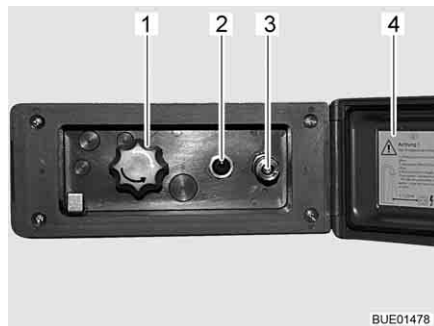

Bild 123 Duschanslutning utsida
- Lås upp och öppna locket (Bild 123,4).
- Anslut ytterduschens slang med snabbkopplingen (Bild 123,3).
- Koppla in vattenpumpen med brytaren (Bild 123,2).
- Ställ in vattentemperaturen enligt önskemål med vredet (Bild 123,1).
- Koppla ur vattenpumpen med brytaren (Bild 123,2).
- Stäng locket (Bild 123,4) och lås det med nyckeln.
- Ställ vredet (Bild 123,1) på mittläget.